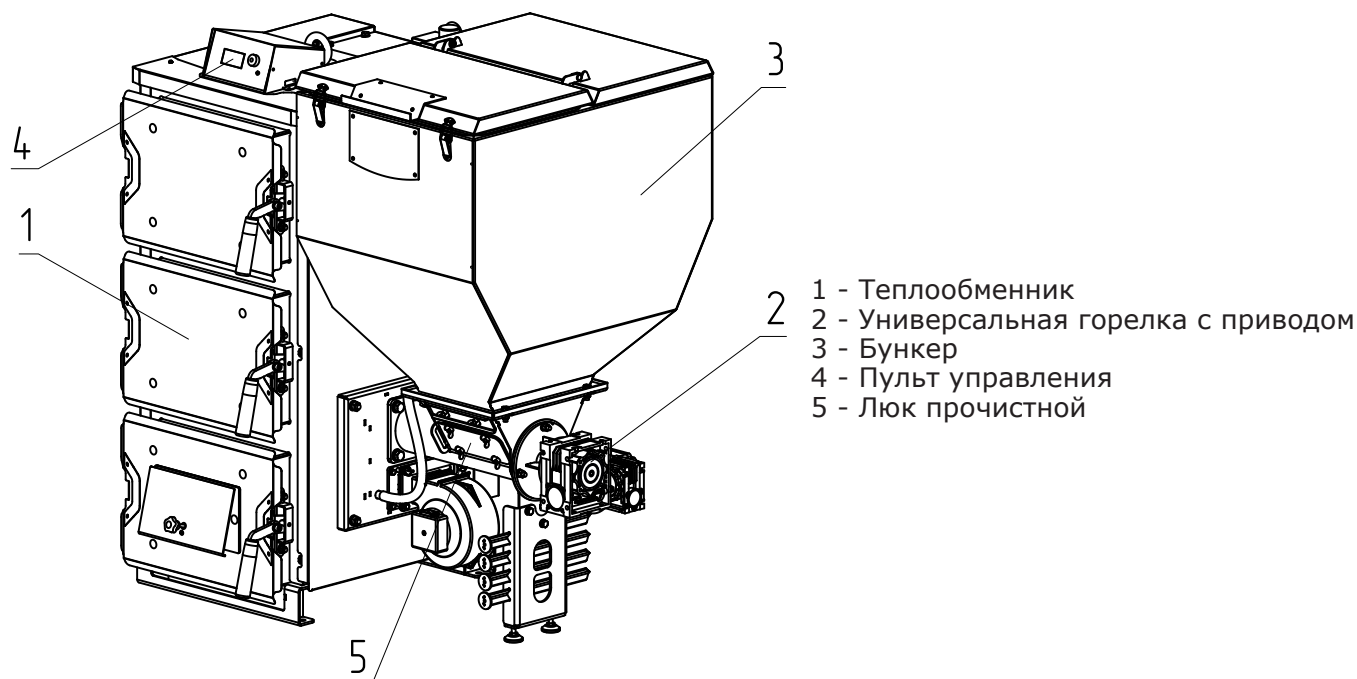

Рис.1 Котел ZOTA Forta DM
5.1. Котел с автоматической подачей топлива ZOTA Forta DM (Рис.1) состоит из теплообменника (Рис.1 поз.1), поворотной ретортной горелки с механизмом подачи топлива (Рис.1 поз.2), топливного бункера (Рис.1 поз.3) и пульта управления (Рис.1 поз.4). В нижней части бункера расположен прочистной люк (Рис.1 поз.5).